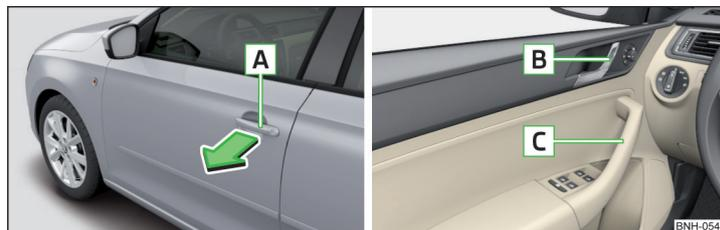

Fig. 33 Tirador/palanca de apertura de la puerta
- » Para **abrir desde afuera**, desbloquear el vehículo y tirar en el tirador **A** en el sentido de la flecha » fig. 33.